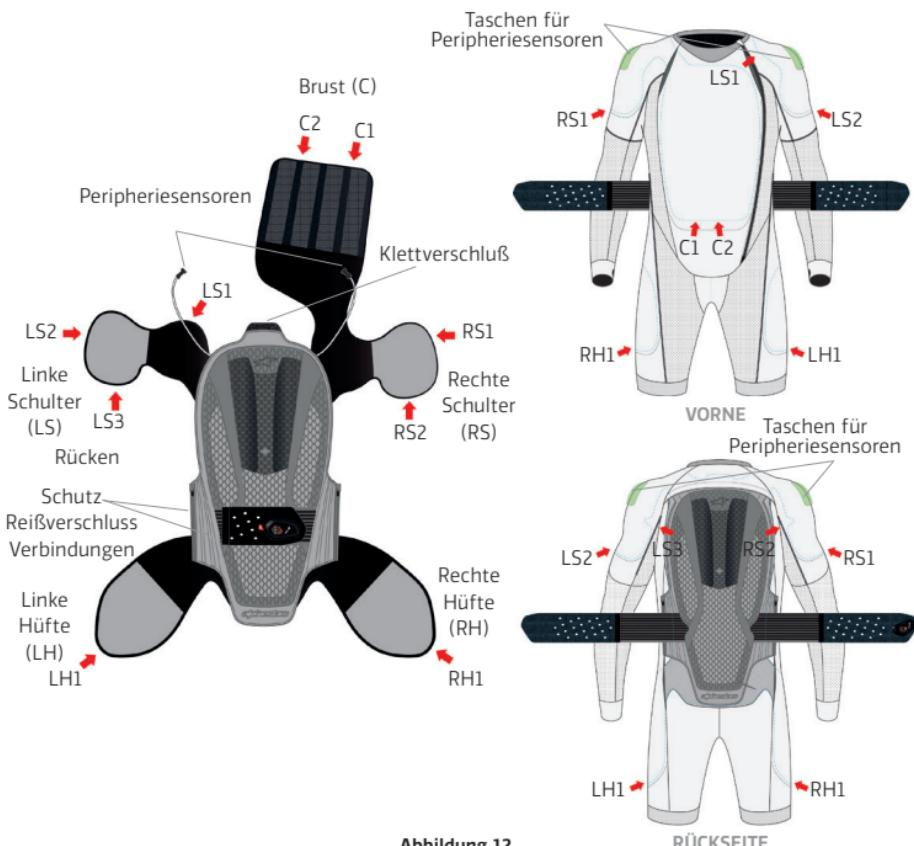
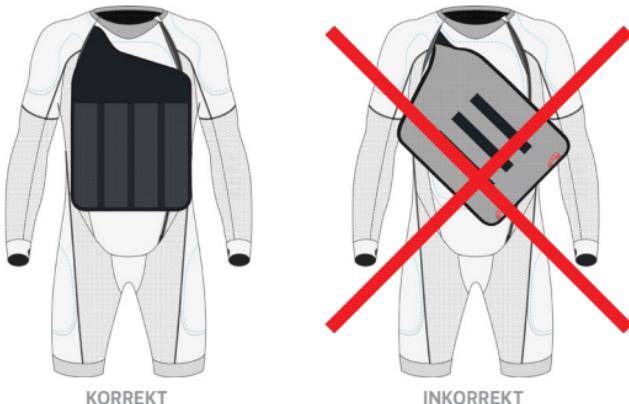

Abbildung 12
Abbildung 13
Die Basisschicht (1) kann gemäß der Anweisungen auf dem Waschetikett gereinigt werden. Entfernen Sie vor dem Waschen den Rückenprotektor (7) und den Airbag (5) von der Basisschicht (1), öffnen Sie die Reißverschlussverbindungen des Rückenprotektors (8) und lösen Sie die Klettverschlüsse am Hals. Entfernen Sie die peripheren Sensoren (11), die sich auf der Rückseite der Schultern befinden, indem Sie die Sensortasche öffnen und die Sensoren aus ihrer Halterung entfernen. Bevor Sie den Airbag (5) aus den Taschen der Basisschicht (1) entfernen, lösen Sie die Befestigungsclips in jeder Tasche wie in Abbildung 12 dargestellt.
Nach der Reinigung der Basisschicht (1) montieren Sie die Airbags (5) wieder korrekt auf die Basisschicht (1), indem Sie den nachstehenden Anweisungen und Abbildung 12 folgen:
1. Befestigen Sie die Klettverschlüsse am oberen Teil der Airbags (5) mit dem entsprechenden Klettverschlüssen der Basisschicht (1).
2. Schließen Sie beide Reißverschlussverbindungen des Rückenprotektors (8).
3. Bringen Sie die peripheren Sensoren (11) wieder auf der Rückseite der Schultern an. Dazu öffnen Sie die Klettverschlüsse der Sensortaschen, platzieren die Sensoren darin und schließen die Klettverschlüsse, wodurch sie Sensoren fixiert werden. Hinweis: Die Richtung, in der die Sensoren positioniert werden, ist nicht wichtig. Es ist aber wichtig, dass die rechten und linken Sensoren des Rückenprotektors (7) wieder auf der rechten bzw. linken Schulter platziert werden und nicht umgekehrt.
4. Legen Sie die einzelnen Schutzbereiche der Airbags (5) in die entsprechenden Taschen ein und achten Sie dabei auf die richtige Positionierung des Airbags (5) (vermeiden Sie eine Verdrehen oder Faltenbildung) und auf die Verankerung der Airbags (5) mit allen an der Basisschicht (1) vorhandenen Clips. Insgesamt sind neun Clips vorhanden, die sich wie folgt aufteilen: 3 Clips für den linken Schulterbereich (LS), 2 Clips für den rechten Schulterbereich (RS), 2 Clips für den Brustbereich (C), 1 Clip für den linken Hüftbereich (LH) und 1 Clip für den rechten Hüftbereich (RH).
WICHTIGE INFORMATIONEN! Beim Einsetzen der Airbags für den Brustbereich (5) muss sorgfältig darauf geachtet werden, dass der schmalere Abschnitt, der über die rechte Schulter verläuft, nicht verdreht wird. Die Blockierung des Kanals kann das korrekte Entfalten und damit die Schutzfunktion des Airbags (5) im Brustbereich beeinträchtigen (Abbildung 13).